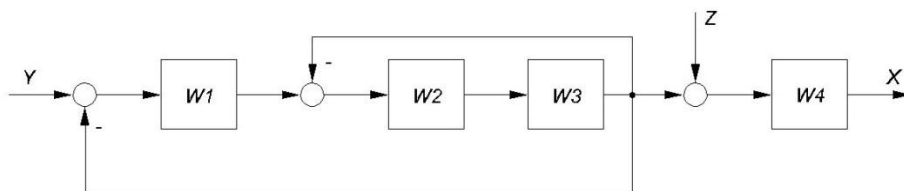
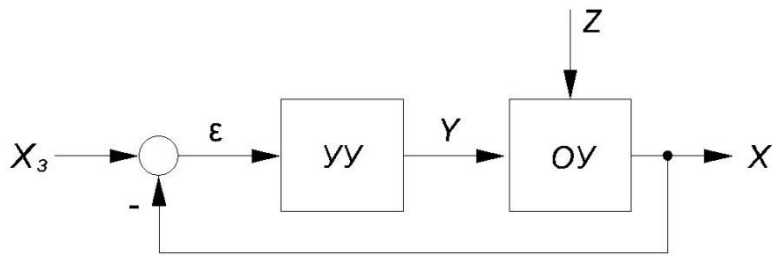

Рис. 9.1. Структурная схема объекта управления (ОУ)
Рис. 9.2. Структурная схема замкнутой системы управления
Замкнутыми называются автоматические системы управления, имеющие замкнутую цепь воздействий (обратную связь) при помощи которой на вход управляющего устройства передается контрольное значение управляемой величины (контрольное воздействие). Структурная схема замкнутой системы управления приведена на рис. 9.2.
В настоящей работе рассматривается система управления сложным объектом, структурная схема которого изображена на рис. 9.1. Структурная схема замкнутой системы управления приводится на рис. 9.2. Система управления состоит из объекта управления (ОУ) и регулятора (УУ), охваченных отрицательной ОС.
В созданном М-файле составить математическое описание объекта управления (рис. 9.1). Модель должна воспроизводить заданную алгоритмическую структуру объекта. Используется подход к математическому описанию систем, основанный на функции CONNECT (аналогично лабораторным работам № 4-5).
10. В созданном М-файле составить математическое описание замкнутой системы управления (см. рис. 9.2, 9.3). Модель должна воспроизводить заданную алгоритмическую структуру системы управления. Используется подход к математическому описанию систем, основанный на функции CONNECT. В качестве исходных настроечных параметров ПИ-регулятора примем $K_P = 1$ и $T_I = 10$.